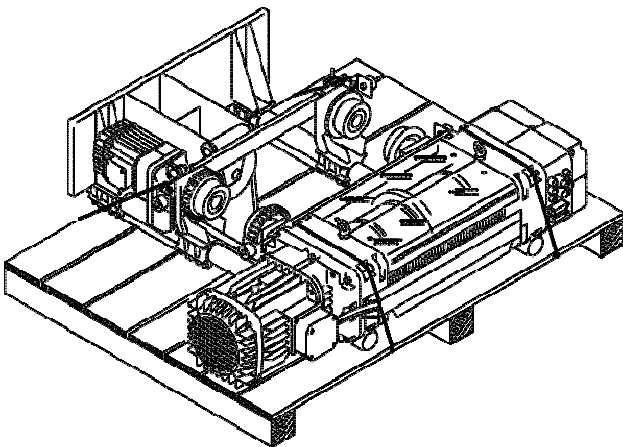

Abb. 45
1. Nachdem die Einheit E-Zug/Katze, wenn notwendig, mit den eventuell fehlenden Vorrichtungen (Steuerungen) ausgestattet wurde, muss sie auf einer Palette angeordnet werden (natürlich nur, wenn dies nicht schon zuvor erfolgt ist), wobei die Einheit solide positioniert und befestigt werden muss, um für höchste Stabilität zu garantieren (Abb. 45).